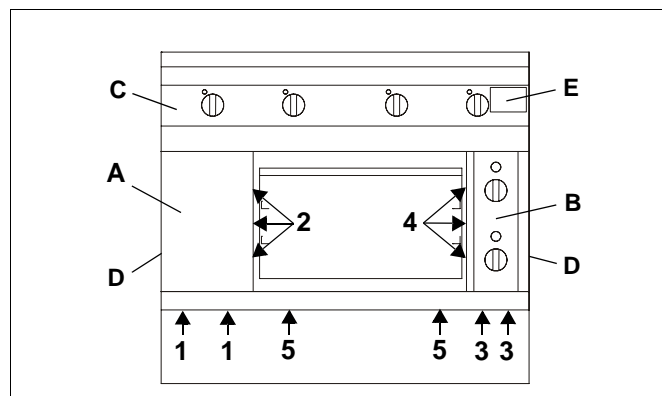
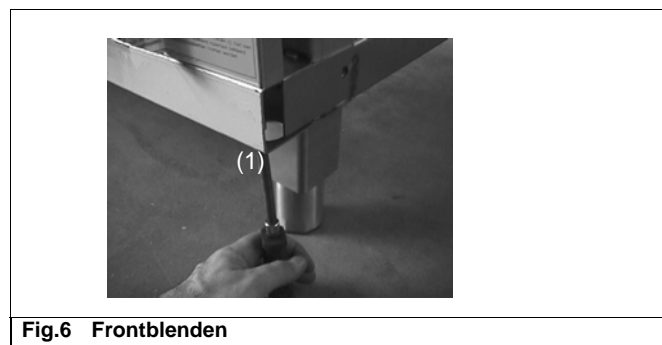

Fig.5
Fig.6 Frontblenden
Typskylten (E) befinner sig alltid inne och ute på betjäningsskyltens (C) högra sida (Seite 46 Fig.5).
- ⇒ Lossa skruvar (1 / Fig.5, Fig.6). Lossa vid inbyggd elektrisk bakugn även skruvar (2 / Fig.5) på ugnens insida.
2.2 BETJÄNINGSPANEL (C)
- ⇒ Lossa skruvar (2 / Fig.5).